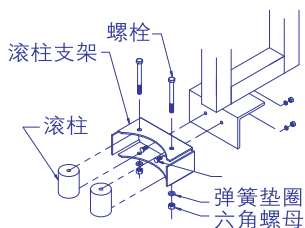
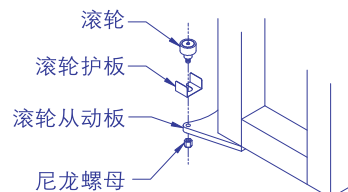

图4A. 安装滚柱
图4B. 安装凸轮从动件
4.1 在悬臂装置（图4A或图4B）的底部，安装滚轮 / 滚柱。